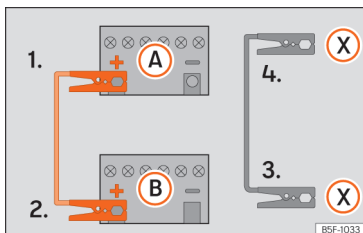

Fig. 154 Esquema de ligação para veículos com sistema Start Stop.
Os cabos de arranque apenas se deverão ligar seguindo a ordem 1 > 2 > 3 > 4 »» Fig. 154.
Nos veículos com sistema Start-Stop: ligue uma extremidade do cabo preto de emergência (X) a um terminal de massa adequado, a uma peça de metal maciça que esteja aparafusada ao bloco do motor ou ao próprio bloco do motor »» Fig. 154.
5. Ligue a outra extremidade do cabo preto de emergência (X), no veículo com a bateria descarregada, a uma peça de metal maciça que esteja aparafusada ao bloco do motor ou ao próprio bloco do motor, mas o mais afastado possível da bateria A.